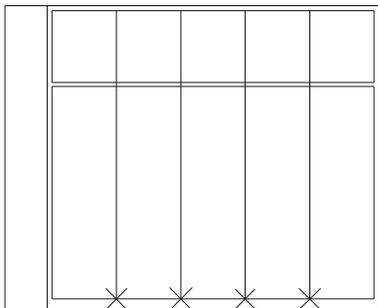

图 3-2-13
**STEP 08** 使用等分命令 DIVIDE 对如图 3-2-11 所示的线段 44 进行 5 等分,并分别以等分点为起点向上绘制垂直线段,如图 3-2-13 所示,其命令行操作如下: